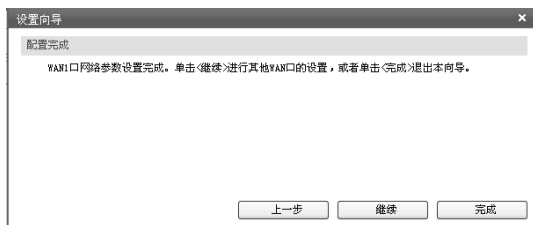

图4-12 配置完成
7. 连接成功后会出现配置完成界面，如图4-12所示。单击“完成”退出设置向导，或者单击“继续”进行其他WAN口的设置（单WAN口高速宽带路由器则直接单击“完成”退出设置向导）。